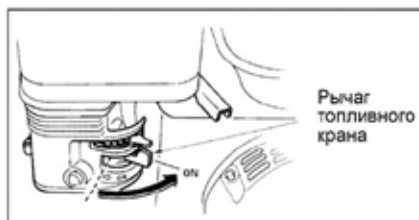

Рис. 25 Открытие топливного крана
1. Откройте топливный кран, переместив рычаг топливного крана в рабочее положение (ON) Рис.25.